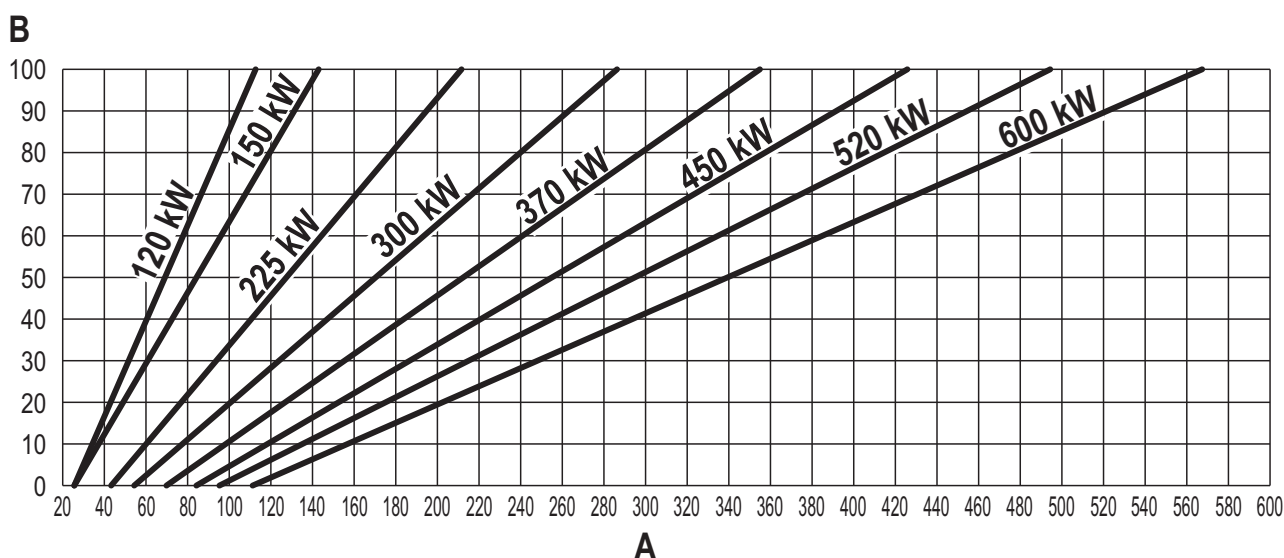

fig. 100
- Premere i **tasti contestuali 1 e 2** per aumentare o diminuire la portata termica (minima = 00 - Massima = 100). Vedi diagramma “Regolazione Portata Termica” (fig. 100).